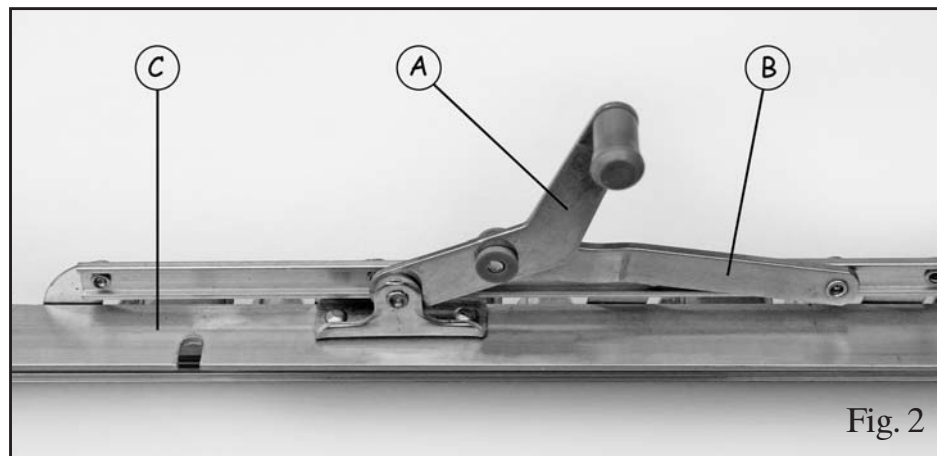
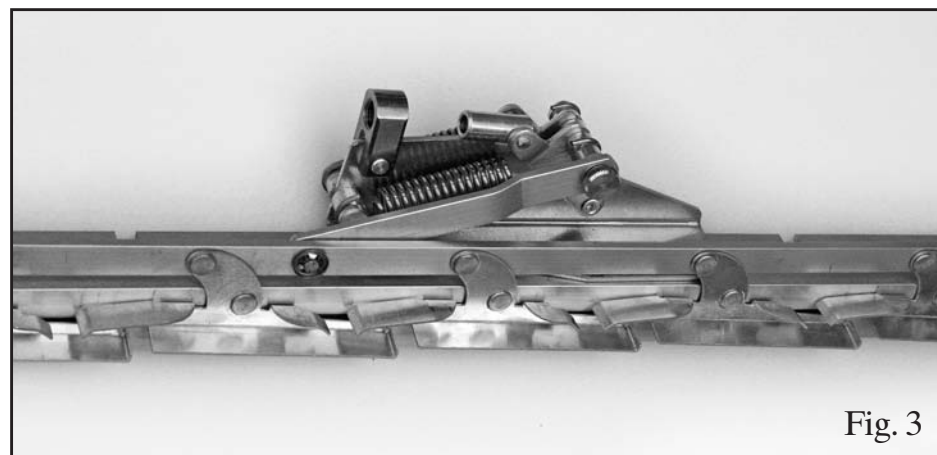

Fig. 2
Fig. 3
See Fig. 2
2. It is easier to install the opener if the louvre mechanism (C) and its handle (A) is dismantled from the greenhouse – see fig.2
3. Dismantle the handle (A). If fastened with rivets these need to be filed or drilled out.
4. Remove the winged screw (6) – fit the connecting arm (B) to the opener and reinstall the winged screw – see fig.3
5. Place the opener where the handle used to be, push the opener towards the connecting arm until the mechanism is fully closed. Mark the position of the 2 fitting holes in the arm of the opener (5) onto the louvre mechanism.
Fig. 2 zeigt
2. Der Öffner ist einfacher anzubringen, wenn der Mechanismus des Fensters (C) und sein Griff (A) vom Gewächshaus abgenommen werden – siehe Abb. 2.
3. Den Griff (A) abbauen. Falls er mit Nieten befestigt ist, müssen diese abgefeilt oder ausgebohrt werden.
4. Die Flügelschraube (6) entfernen und den Verbindungsarm (B) am Öffner montieren. Dann die Flügelschraube wieder befestigen – siehe Abb. 3.
5. Den Öffner dort ansetzen, wo der Griff war. Den Öffner dann zum Verbindungsarm schieben, bis der Mechanismus vollständig geschlossen ist. Die Position der beiden Löcher für die Montage im Arm des Öffners (5) am Fenstermechanismus markieren.
Voir figure 2
2. Il est plus facile d'installer le dispositif lorsque le mécanisme de la fenêtre à jalousies (C) et sa poignée (A) sont démontés (voir fig. 2)
3. Retirez la poignée (A). Si elle est fixée par des rivets, vous devez les remplir ou les retirer à la perceuse.
4. Retirez la vis papillon (6), installez le bras de connexion (B) sur le dispositif et réinstallez la vis papillon (voir fig. 3)
5. Placez le dispositif à l'endroit de la poignée d'origine, appuyez le dispositif sur le bras de connexion jusqu'à ce que le mécanisme soit totalement fermé. Marquez la position des deux trous de fixation du bras du dispositif (5) sur le mécanisme de la fenêtre à jalousies.